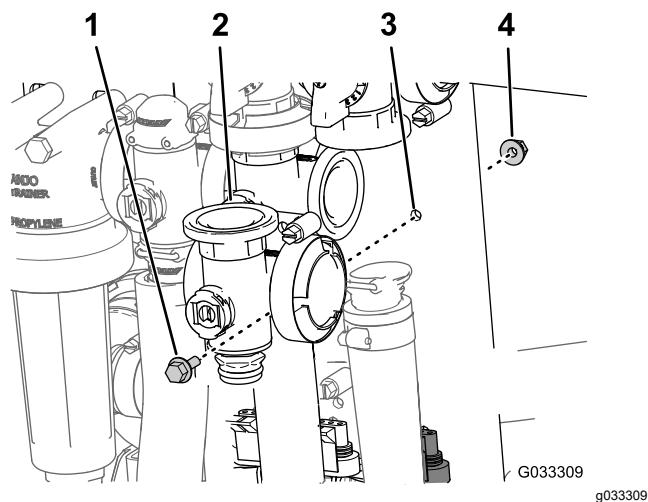

Figura 72
3. Rimuovete il bullone a testa flangiata e il dado di bloccaggio flangiato che fissano la valvola di sezione principale al supporto della valvola e rimuovete il collettore della valvola dalla macchina (Figura 72).